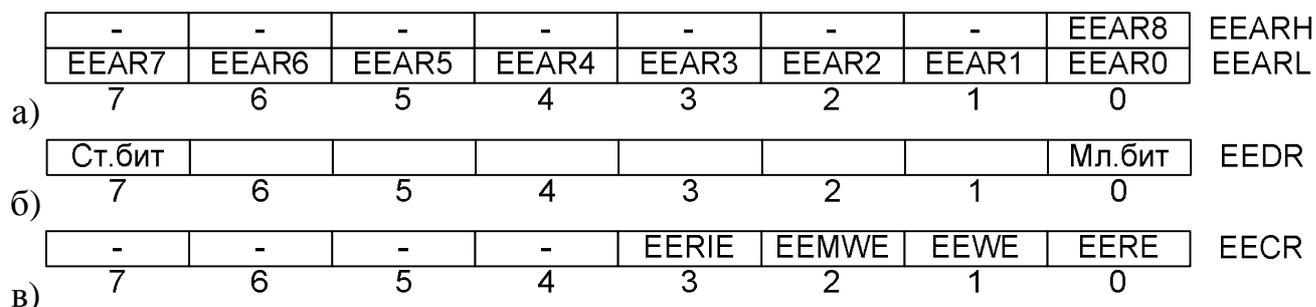

Рис. 11. Регистры, обслуживающие энергонезависимую память микроконтроллера
- пары регистров для хранения адреса обращения к ячейке EEPROM EEARH-EEARL содержит 8 бит для обращения к ячейкам адресного пространства EEPROM (512 байт) (рис. 11а);
- регистра приема-передачи данных в EEPROM – EEDR (рис. 11б);
- регистра управления чтением-записью EEPROM – EECR (рис. 11в).